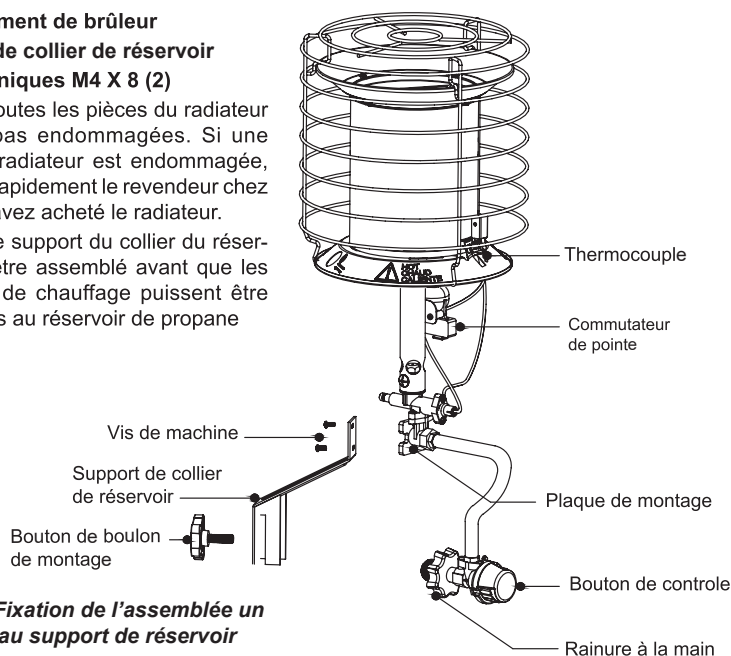

Figure 1 - Fixation de l'assemblage un brûleur au support de réservoir
6. Fixez le réchauffeur à la protection de la bouteille de propane comme illustré à la figure 1. Serrez le bouton sur le support du réservoir pour fixer le réchauffeur.